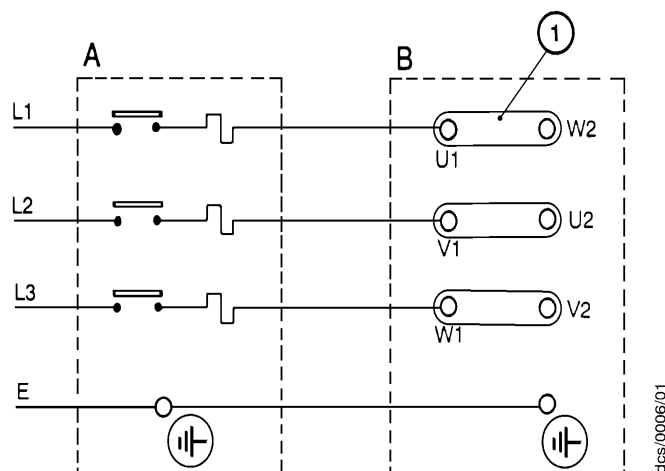
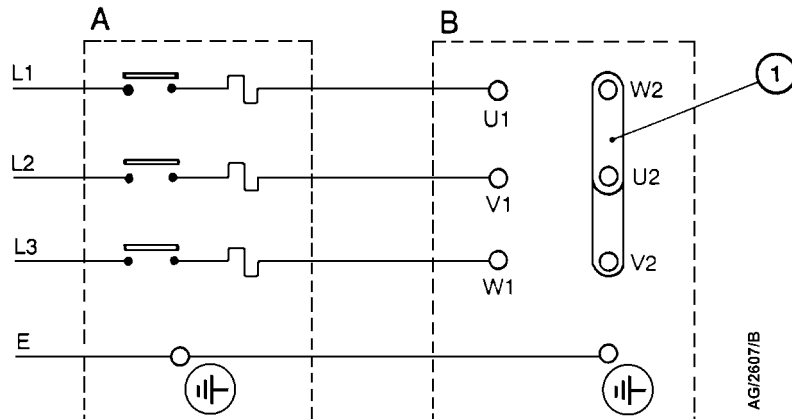

Рис. 6 – Трехфазные электрические соединения: 200–220/200–230 В, 50/60 Гц
Рис. 7 – Трехфазные электрические соединения: 380–415/460 В, 50/60 Гц
3. Убедитесь, что двигатель готов к работе от местной электросети. При необходимости настройте переключки (рис. 6 и рис. 7, поз. 1) с учетом местной системы электропитания:
- расположение переключек для источников питания 200–220/200–230 В, 50/60 Гц показано на рис. 6;
- расположение переключек для источников питания 380–415/460 В, 50/60 Гц показано на рис. 7.
4. Используйте изолированные кабельные наконечники для подключения проводников кабеля к выводам U1, V1, W1 и Earth (заземление) в блоке выводов, как показано на рис. 6 и рис. 7. Вывод заземляющего контакта должен быть затянут с крутящим моментом 2,13–2,87 Н·м.
- Снимите крышку блока выводов и поменяйте местами фазы L1 и L3: см. рис. 6 и рис. 7.